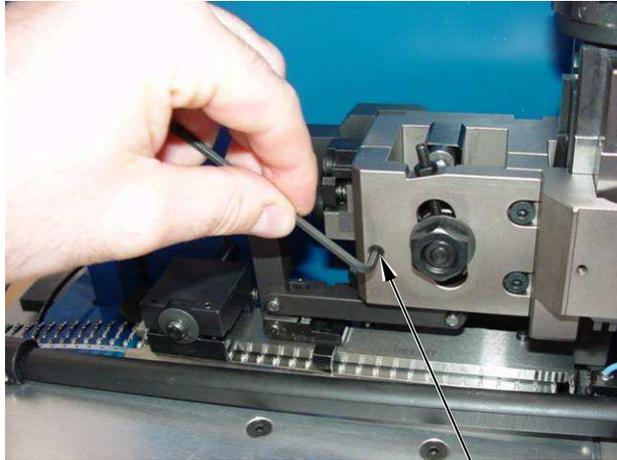

Bild 6
1. Um den ersten Kontakt exakt unter dem Crimper zu positionieren, lösen Sie als erstes den Sicherungs-Gewindestift [1] am Applicator (siehe Bild 6).
3. Nachdem Sie die richtige Position eingestellt haben ziehen Sie den Sicherungs-Gewindestift [1] wieder fest (siehe Bild 6).